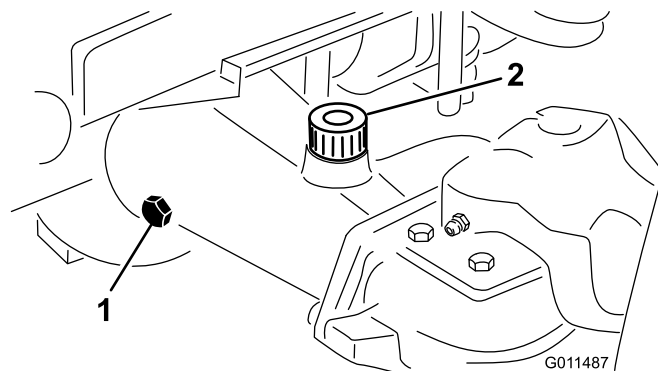

Figure 60
2. Enlevez un bouchon de contrôle à une extrémité du pont et vérifiez que le lubrifiant atteint la base de l'orifice (Figure 60).